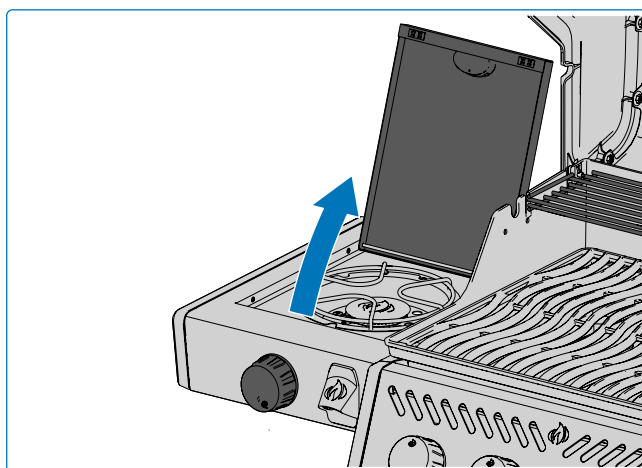

Fig. 9
1. Ouvrez le couvercle du brûleur (Fig. 9).